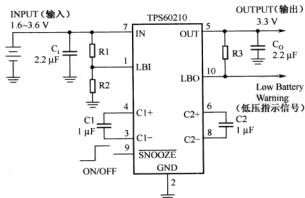

图 16-3 TPS60210 参考设计
(1) 确定输入输出电压范围。两节 5 号电池的标称电压为 3V，因此电源的输入电压范围为 0~3V，输出电压为 3.3V。所以需要选择能够进行升压的 DC-DC 转换器。
(2) 选择转换器的类型。能够进行升压的芯片有电荷泵和电感式 DC-DC 转换器，电荷泵的输出电流比较小，电感式 DC-DC 转换器的输出电流比较大。但是，本系统中由于采集模块大部分时间是休眠，定时采集数据，所以，平均电流很小，无线发送数据时最大电流在 32mA 左右，所以选择电荷泵即可。
(3) 查找符合条件的芯片。在业界比较大的电源厂商网站上寻找符合这样要求的芯片。通过查找发现，TI 和凌特有此类的芯片，如 TI 的 TPS60200、凌特的 LTC3430/3438/3440/3127 等。
(4) 检查性能参数。仔细对各个芯片的效率、价格、输出电流、设计的复杂性等因素进行比较和分析，选出符合自己需求的电源芯片。经过比较和分析可知，选用 TPS60210 芯片可以满足系统要求。
(5) 仔细阅读芯片手册，设计并绘制出符合要求的原理图。TPS60210 芯片数据手册给出的参考设计如图 16-3 所示。